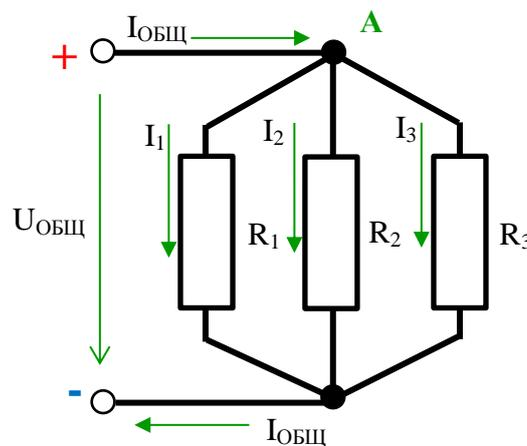

Рисунок 30 – Схема параллельного соединения резисторов
**Параллельным** называют соединение, при котором все потребители имеют два общие точки соединения (узлы). Схему электрической цепи такого соединения можно изобразить графически (рисунок 30).
Величина тока, проходящего через резисторы, зависит от величины сопротивления (согласно закону Ома). Токи на резисторах (рисунок 30) обозначим  $I_1$ ,  $I_2$ ,  $I_3$ , ток всей цепи  $I_{\text{общ}}$ . В узел «А» входит общий ток цепи, выходят – токи резисторов, значит